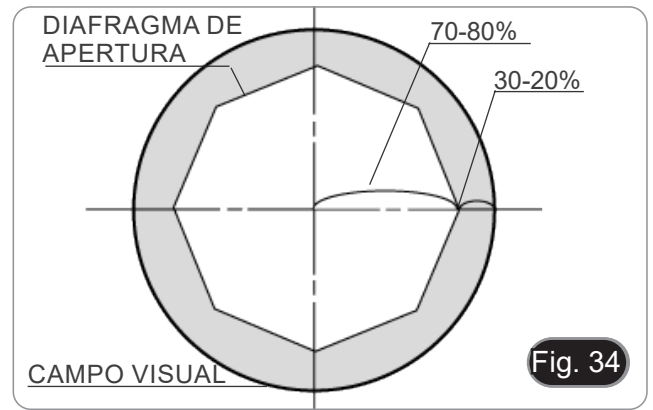

Fig. 34
- Con muestras de bajo contraste ajuste el valor de apertura numérica ⑤ (impreso en el anillo del condensador) a aproximadamente 70% -80% de N.A. del objetivo (Fig. 33). Si es necesario, quitar el ocular y, mirando a través del tubo vacío, ajuste el anillo del condensador para obtener una imagen como la de la Fig. 34.
- Para las muestras de bajo contraste, tire de la palanca para cerrar un poco el diafragma de apertura. Si es necesario, retire un ocular y, mirando en el soporte vacío del ocular, ajuste la palanca de diafragma hasta que se obtenga una imagen como la mostrada en la Fig. 34.